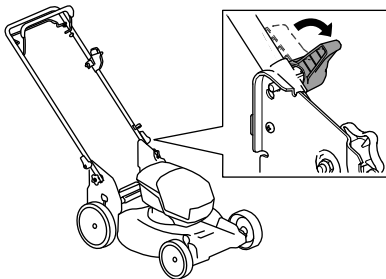

Figura 18
3. Disinnestare i fermi delle stegole (Figura 18).